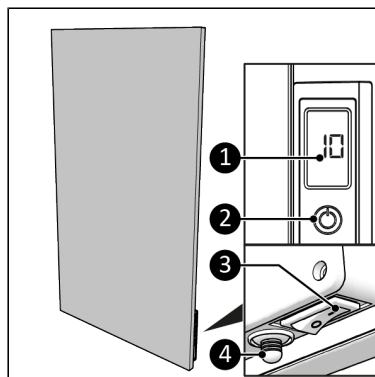

Figure 104.
1. Spínač ZAP/VYP přepněte do polohy Zapnuto (Figure 104, poz. 3).
2. Stiskněte tlačítko ZAP/VYP na ovládacím panelu (Figure 104, poz. 2) nebo na dálkovém ovládání.
3. Displej (Figure 104, poz. 1) nejprve zobrazí nastavenou teplotu po dobu 3 vteřin anásledně zobrazí okolní teplotu.